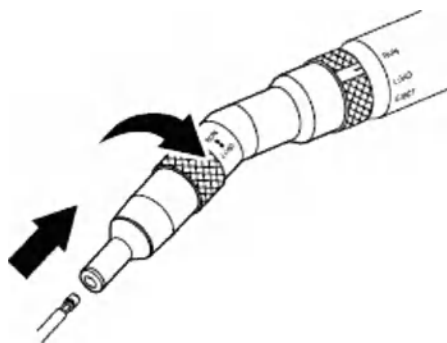

Рис. 4 Установка режущих принадлежностей
6. Вращательными движениями установите бур в патрон (рис.4). Линия безопасности на хвостовике бура должна скрыться в патроне.